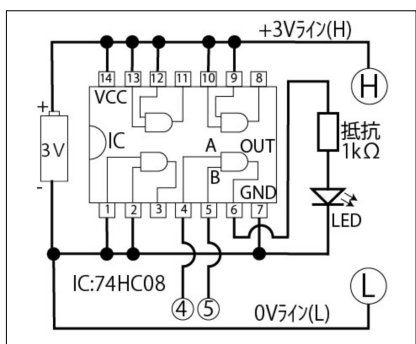

図2 ロジックICの実験回路※1※2
回路図は図2の通りです。
電源は単3乾電池(1.5V)2本を直列に接続した3Vとしますので、真理値表の1が+3V(Ⓔ)で、0が0V(Ⓘ)となります。従って、入力A,Bの「1」,「0」は図2の④と⑤をⒺかⒾのいずれかに接続してセットします。
さて、図2の回路図で回路を組むのですが、最近では半田付けをしなくても、穴にジャンパー線を差し込んで配線ができる、様々なブレッドボードが市販されており、今回はこれを使って写真12のように回路を組みました。
実験結果を写真13～16に示します。写真16の2本のジャンパー線が共に3Vライン(Hレベル)に接続されたときだけ、出力がOUT=1(LED点灯)となっており、図2の回路が、表2の真理値表通りに動作していることが確認できました。